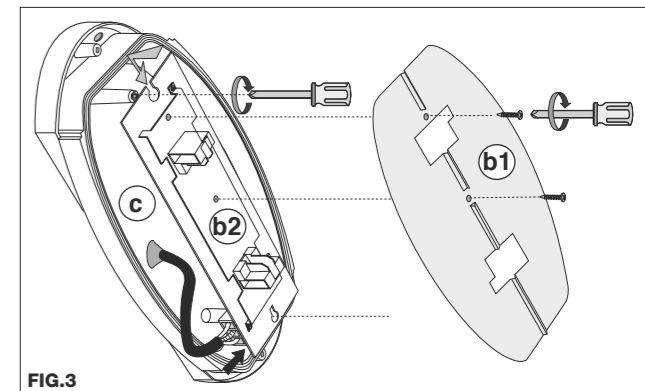

FIG.3
- Die Komponentenplatte und den Reflektor wieder auf der Leuchte befestigen (FIG.3b1/3b2).
- Fijar la placa de los componentes y el reflector sobre la base de la luminaria (fig 3b1/3b2).
- Effettuare collegamento cavo di alimentazione al lato asportabile del morsetto/connettore, quindi connettere a parte fissa morsetto/connettore su piastra portacomponenti (FIG.3).